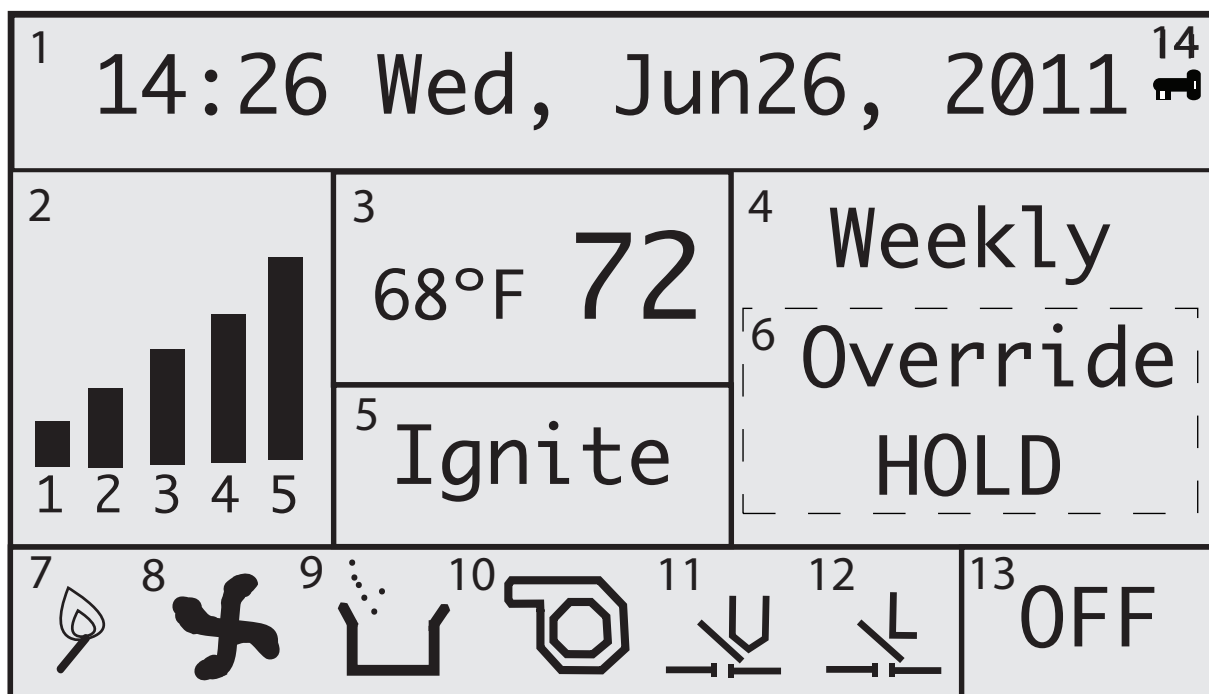

Figure 19 : Écran d'affichage principal de la commande
Lorsque le poêle se met en marche, l'indicateur d'allumage et l'indicateur de ventilateur d'évacuation s'affichent à l'écran (icônes 7 et 8 à la Figure 19). Le message **Ignite** (allumage) s'affiche également dans la zone de phase de marche de l'écran (5, Fig. 19). Après quatre secondes environ, l'indicateur de contacteur à dépression s'affiche. Noter également que l'indicateur d'ouverture du couvercle de trémie (indicateur de limite) (12, Fig. 19) s'affiche dès lors que le couvercle de la trémie du poêle est hermétiquement fermé.
Le moteur du poêle continue de fonctionner pendant trois minutes, puis l'indicateur (9, Fig. 19) de vis sans fin clignote à l'écran pour indiquer que la vis sans fin alimente le poêle en granules. Au bout de trois à cinq minutes d'alimentation en granules par la vis sans fin, un feu devrait démarrer. Une fois que le feu est allumé, la zone de phase de marche à l'écran affiche « Heating room » (chauffage en cours).
Pour augmenter ou diminuer la température de **consigne**, utiliser la touche de **DÉFILEMENT HAUT** ou de **DÉFILEMENT BAS** (8 & 10, Fig. 17). La température ambiante actuelle s'affiche dans la zone de température de l'écran, à côté de la température de **consigne** (3, Fig. 19).
9. Lorsqu'un calendrier est configuré, vérifier que l'écran principal de la commande affiche « Weekly » (pour la marche en mode hebdomadaire) et que l'appareil est en marche. Le calendrier ne prend effet que si le poêle est en marche en mode hebdomadaire (voir repère 13 à la Figure 19).